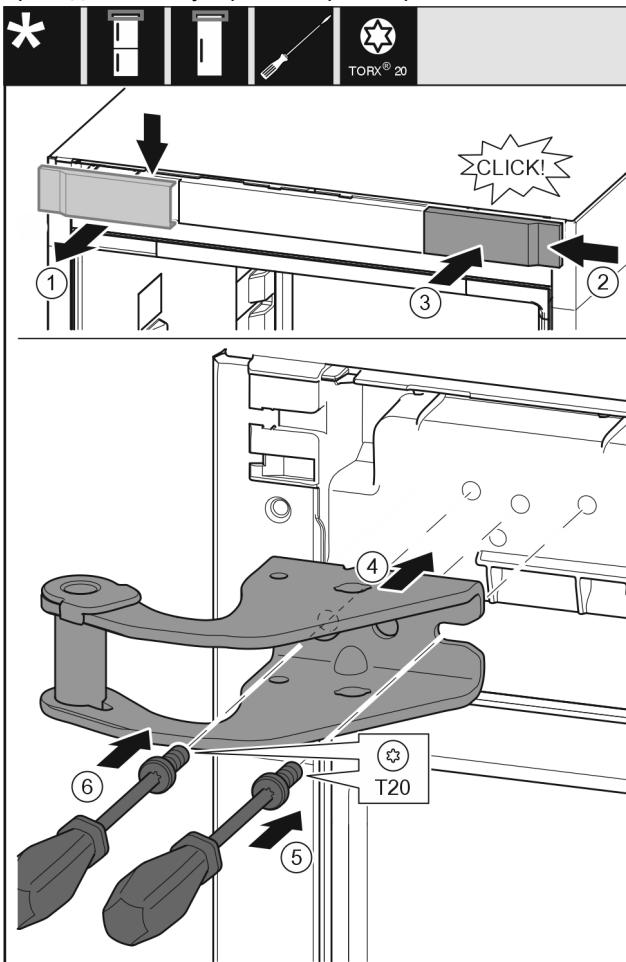

Fig. 9
- Снимите крышку сверху вперед. *Fig. 9(1)*
- Навесьте крышку, повернув ее на 180°, справа с другой стороны. *Fig. 9(2)*
- Зафиксируйте крышку. *Fig. 9(3)*
- Установите верхний опорный кронштейн. *Fig. 9(4)*
- Установите и затяните винт отверткой T20. *Fig. 9(5)*
- Вставьте и затяните винт отверткой T20. *Fig. 9(6)*